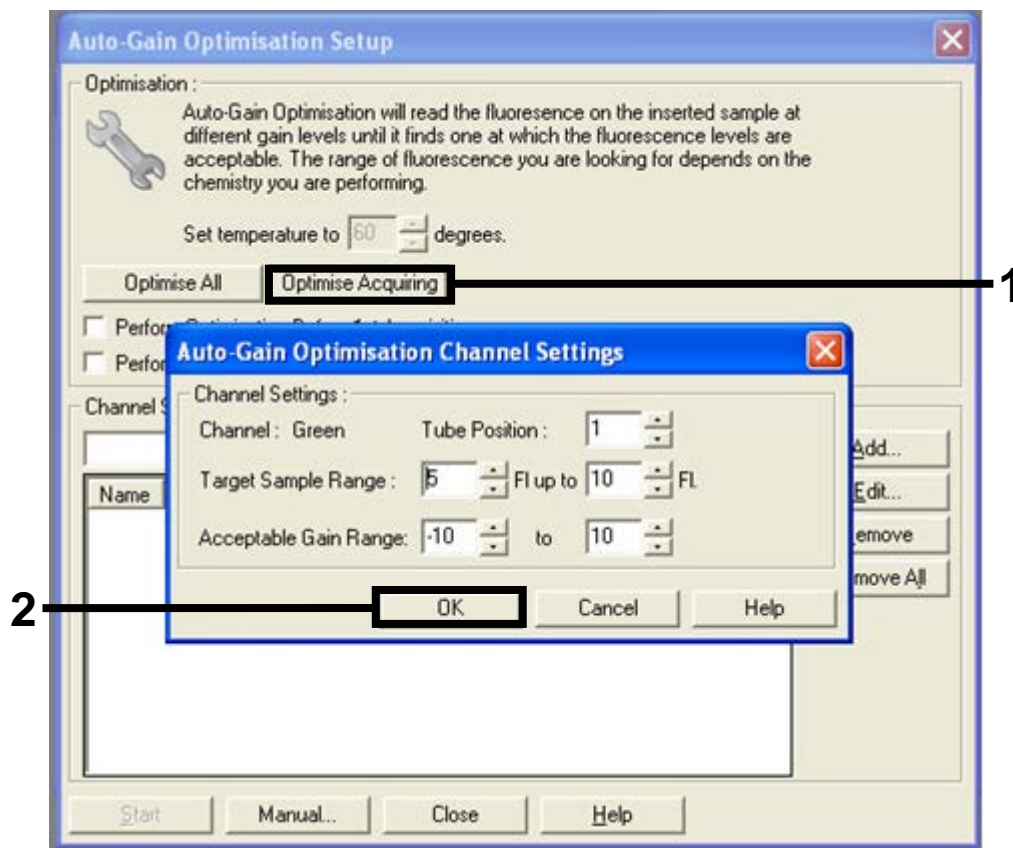

Figure 31. Optimisation automatique de l'augmentation pour le canal vert (1 = bouton « Optimise Acquiring » (optimiser l'acquisition), 2 = bouton « OK »).
13. Cliquer sur le bouton « Optimise Acquiring » (optimiser l'acquisition). Les paramètres des canaux sont affichés pour chaque canal. Accepter ces valeurs par défaut en cliquant sur « OK » pour les deux canaux (figure 31).